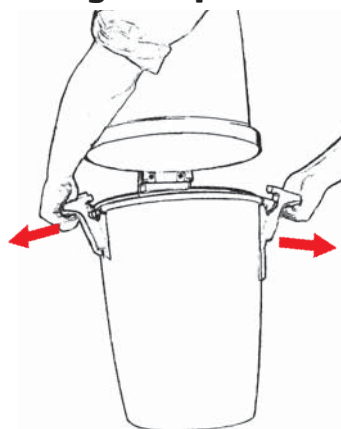

Fig. 20
1. Løsn de to greb, der holder støvbeholderen fast. Frigør dem ved at trække grebene udad og væk fra beholderen, fig. 20.